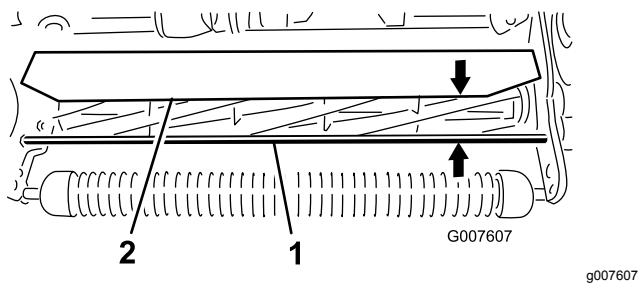

Bild 53
1. Messen Sie den Abstand zwischen dem oberen Ende der vorderen Stützstange und der vorderen Lippe des Schutzblechs an jedem Ende der Schneideeinheit (Bild 53).